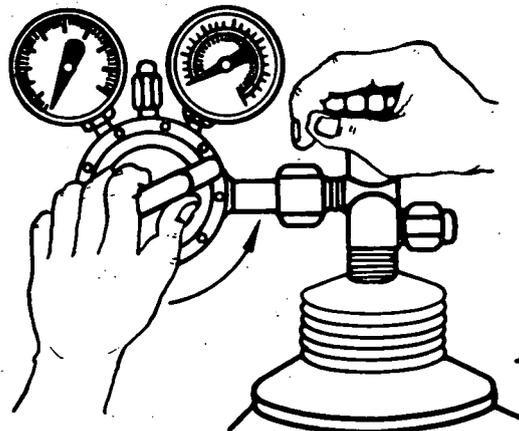

Fig. 1
*QUANDO AFROUXAR O PARAFUSO, FAÇA NO SENTIDO CONTRÁRIO AOS PONTeiros DO RELÓGIO (fig. 1).*